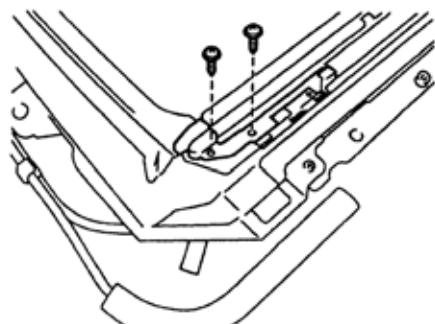

图 9-215
11)拆下天窗导流板总成。拆下 4 个螺钉和天窗导流板, 如图 9-215 所示。